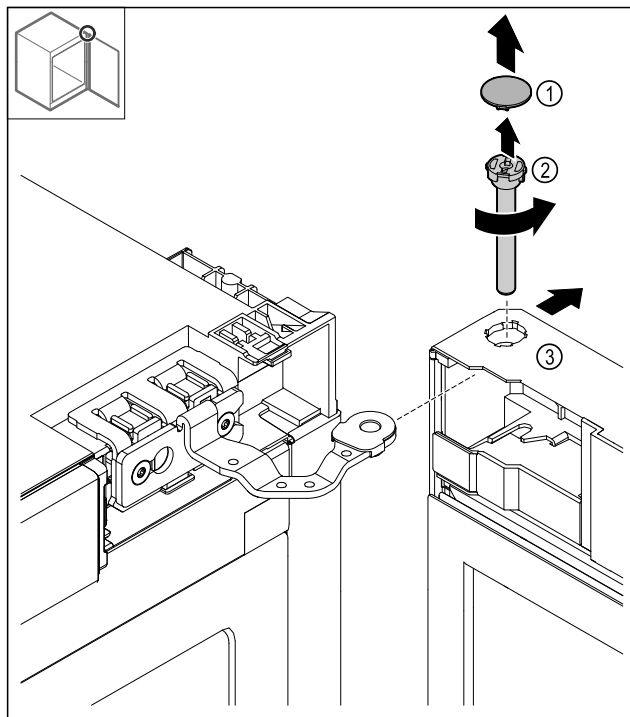

Fig. 12
- Abdeckung Fig. 12 (1) abnehmen.
- Bolzen Fig. 12 (2) gegen den Uhrzeigersinn lösen und herausziehen.
- Tür Fig. 12 (3) leicht kippen.